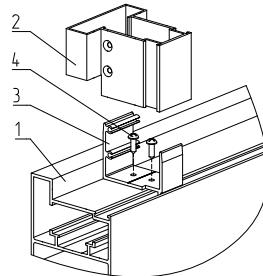

Рис. 63. Установка соединителей под вертикальный разделятельный импост (столб)
- установка соединителей под вертикальный разделятельный импост (столб) (рис. 63).